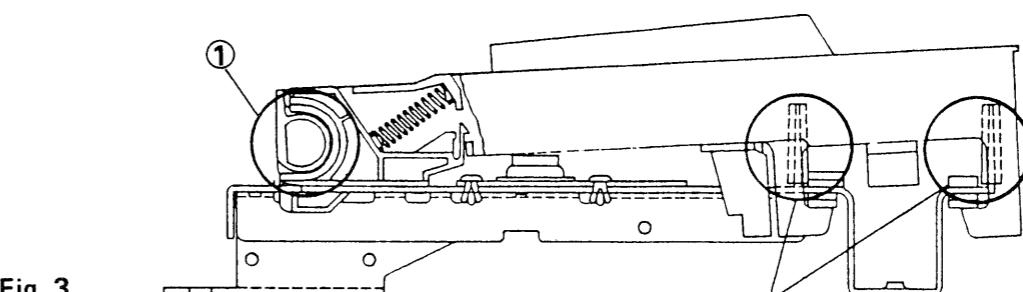

Fig. 3
5. Grasp key and key holder at ① in Fig. 3 with thumb and forefinger to allow the holder goes to the bottom. Retain tension on holder at this point. And insert the key removal lever into key to hook the latch lock. ② in Fig. 3.
6. Release key holder. When the holder remains locked, ②, the lever you made now passes the acceptance test, and ready to work on the keyboard.
4. Fig. 3 の①の部分をつかみキー・ホルダを押さえ込む。この状態で針金の先端がキー・ホルダのツメに引っかかる様にキー上部から挿入する②。キー・ホルダから手を離す。Fig. 3 の様にキー・ホルダがロックされた状態ならOKです。
**Dragging Key (Fig. 3)**
**◎キーが比較的重い場合 (Fig.3)**